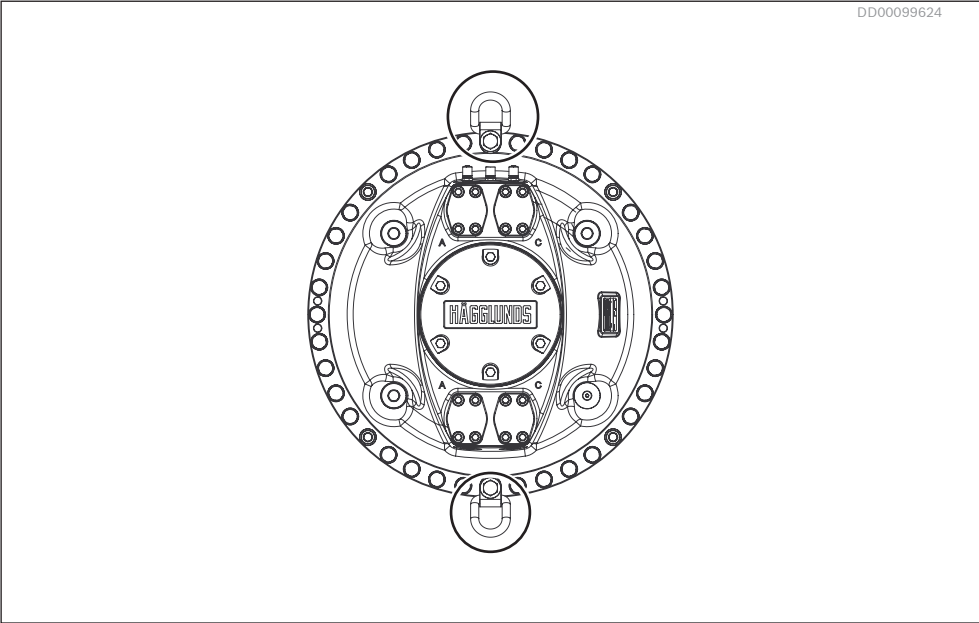

Bild 4: Hebeösen am Motor
- ▶ Stellen Sie sicher, dass eine geeignete Hebeöse verwendet wird, siehe *Bild 4* und *Tabelle 5*.